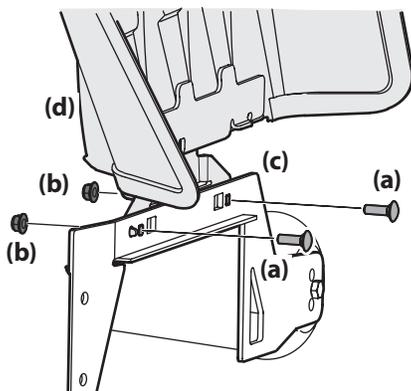

Figure 2-5
- Retirez les boulons de carrosserie (a) et les écrous autobloquants à bride (b) du support de montage (c) sur le plateau de coupe. Voir Figure 2-5.
- Utilisez la quincaillerie retirée à l'étape précédente pour installer le déflecteur d'éjection (d) sur le plateau de coupe. Voir Figure 2-5.